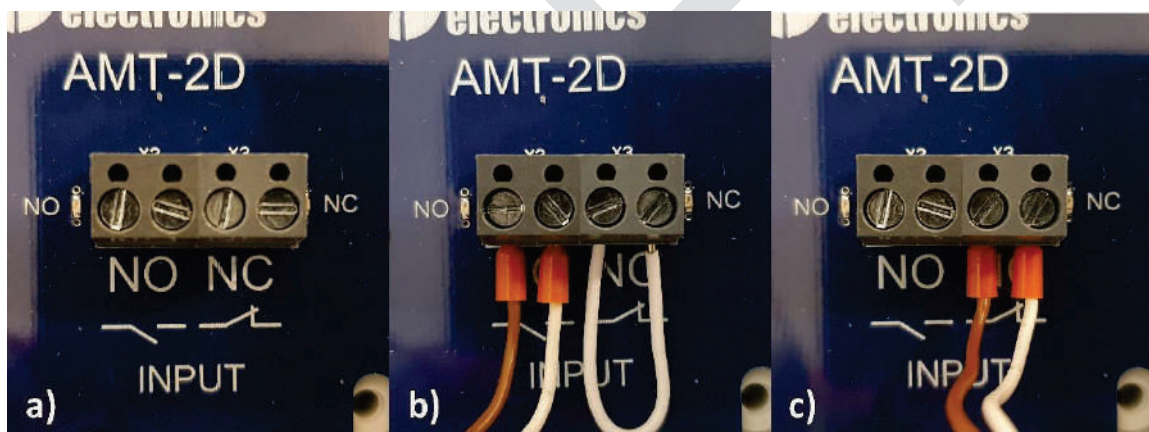

Bild 2 - a) Ingångssignalkontakter b) Anslutna för "Normalt öppna" c) Anslutna för "Normalt stängda"
1. 1. Anslut larmsignalkabeln till den avsedda ingångskontakten som ses i närbilden Bild 2. LED-indikatorer NO och NC visar status för ingångarna.